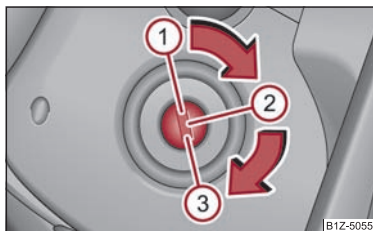

Fig. 84 Pozițiile cheii în contact
- Motorul se oprește prin rotirea cheii în contact în poziția ① ⇒ pagina 74, fig. 84.